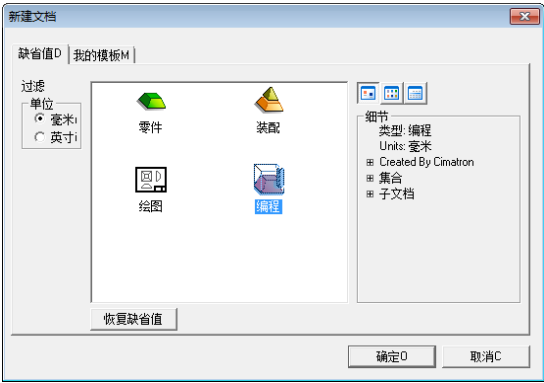

图 4-71 “新建文档”对话框
1) 启动 Cimatron E9.0。启动 Cimatron E9.0，选择下拉菜单“文件”→“新建文件”命令，弹出“新建文档”对话框，选择类型为“编程”，单位为“毫米”，如图 4-71 所示。单击“确定”按钮进入编程界面。